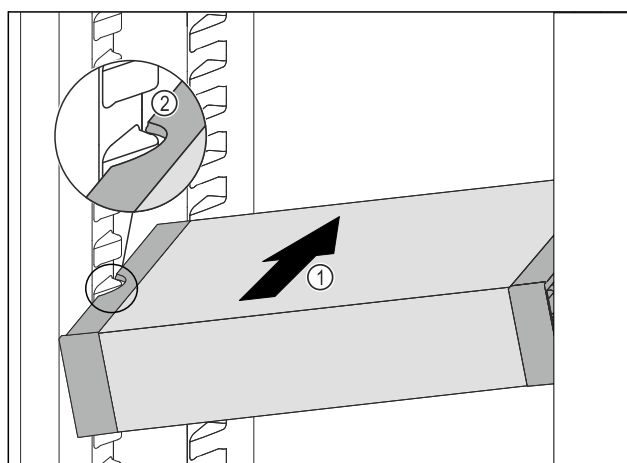

Fig. 107
- ▶ Skub VarioSafe skråt ind i kølesektionen, Fig. 107 (1) indtil udsparingerne i siden Fig. 107 (2) på VarioSafe er på niveau med beholderribben i kølesektionen.